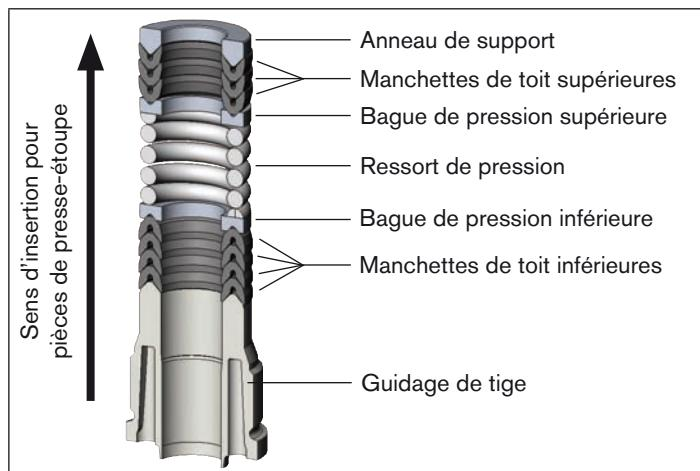

Fig. 21 : Jeu de joints du presse-étoupe
- Positionner les pièces détachées dans le sens et l'ordre indiqués sur la tige (comme cela est représenté sur la « Fig. 21 : Jeu de joints du presse-étoupe »).